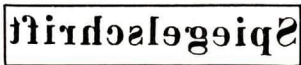

Abb. 225. Lies dieses im Spiegel
**Übung:** Knicke ein Stück Papier ab! Auf Teil I schreib deinen Namen mit Tinte und klatsche dann Teil I auf Teil II! Auf letzterem hast du nun Spiegelschrift. — Stelle in Abb. 225 einen Spiegel längs der rechten Kante auf und lies im Spiegel die Schrift. [Sie ist wieder in richtiger Lage.]